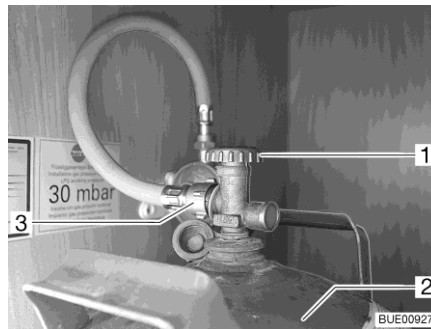

Bild 177 Gaskasten
- Haupt-Absperrventil (Bild 177,1) an Gasflasche (Bild 177,2) schließen. Pfeilrichtung beachten.
- Gasschlauch (Bild 177,3) von Gasflasche abschrauben.